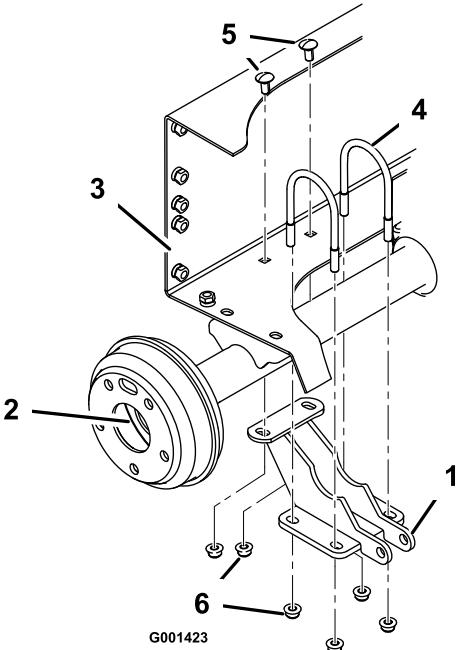

Figure 5
- Montez le support de vérin de relevage sans le serrer sur l'extrémité droite de l'essieu arrière au moyen de 2 étriers filetés et de 4 écrous à embase (3/8 pouce) tout en alignant les trous de montage sur les trous du support de batterie (Figure 5).
- Fixez le support de vérin de relevage au châssis arrière avec 2 boulons de carrosserie (3/8 x 3/4 pouce) et 2 écrous à embase (3/8 pouce). Serrer les 4 écrous à embase sur les étriers filetés au même couple pour bien aligner le support par rapport à l'essieu. Serrer les deux écrous qui fixent l'arrière du support au châssis arrière (Figure 5).